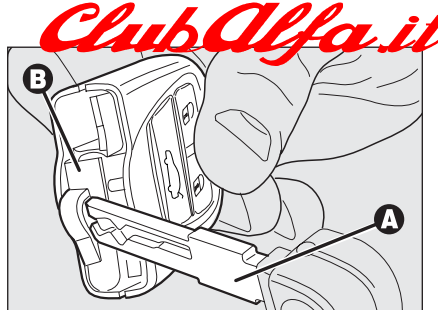

fig. 9
- ☐ sfilare il cassetto **B-fig. 9** (di colore rosso) inserito a pressione facendo leva con l'inserto metallico **A** della chiave elettronica nel punto indicato in figura;